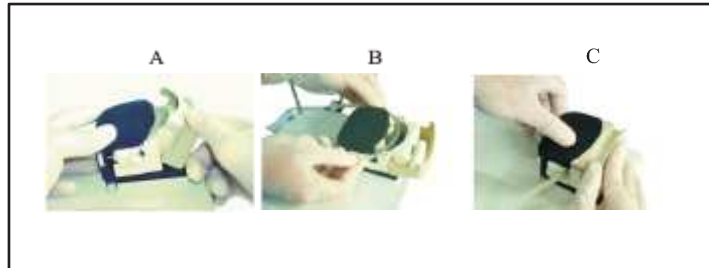

Fig.5
El interruptor de pie del ULTRASURGERY no debe pulsarse cuando la puerta de la bomba peristáltica esté abierta (Fig.5-Ref.B).
- a) Abrir la puerta (Fig.5)-Ref A) el máximo posible.
- b) Colocar el tubo en el impulsor Fig.5—Ref.B).
- c) Cerrar la puerta completamente (Fig.5—Ref.C).
El interruptor de pie del ULTRASURGERY no debe activarse con la puerta de la bomba abierta. (Fig.5-Ref.B). Puede dañar al operario.